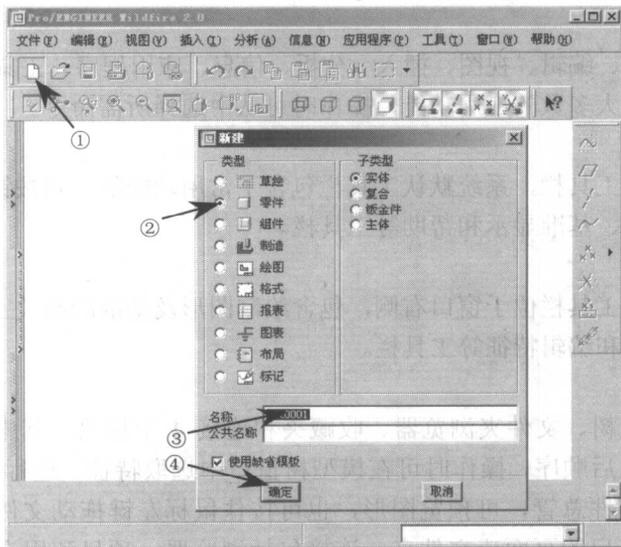

图 1.3 新建文件
创建实体必须先新建一个文件，如图 1.3 所示：①单击文件工具栏中  按钮（或选择“文件”→“新建”命令）；②在弹出的如图 1.3 所示的“新建”对话框中选择需要创建的“类型”、“子类型”；③“名称”文本框中系统默认名称为“prt\*\*\*”，操作时可以改变；④单击  按钮，完成新建文件。
在如图 1.3 所示的“新建”对话框中，显示 Pro/E 的主要文件类型有 10 种，用户可以根据自己的设计类型选择，每一种类型包括若干个子类型。不同类型的扩展名是不同的，例如，零件扩展名为\*.prt、组件扩展名为\*.asm 等。
在如图 1.3 所示的“新建”对话框中，如果取消勾选“使用缺省模板”复选框，则将会弹出“新建文件选项”对话框，即用户可以自定义模板，请读者参考后面的模板设置内容自行操作。